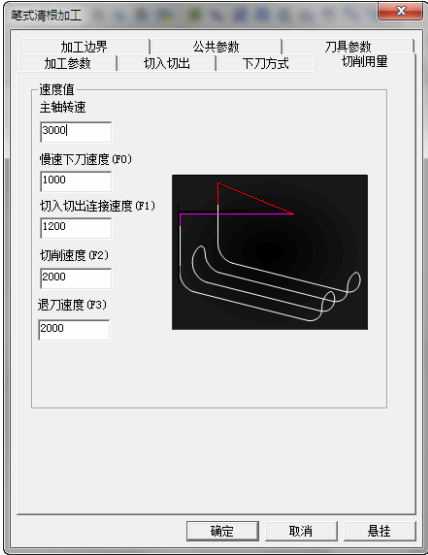

图 8-200 “切削用量”选项卡
4) 单击“切削用量”选项卡，设置“主轴转速”“慢速下刀速度”“切入切出连接速度”“切削速度”“退刀速度”具体参数数值如图 8-200 所示。